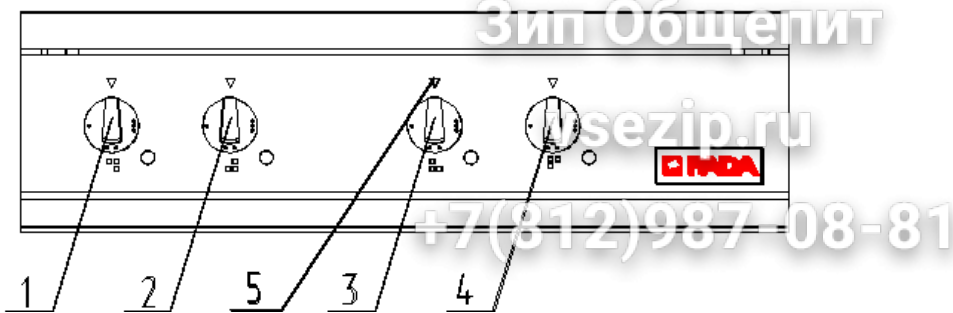

Рисунок 3 –Панель управления конфорками плит ПЭ-904 О
5.2.2 Каждая конфорка снабжена отдельным переключателем, которые расположены на панели управления конфорками (рисунок 3; 4).
Ступенчатое регулирование мощности нагревателей каждой конфорки осуществляется установкой ручки переключателя в положение «1», «2» или «3», что соответственно определяет степень нагрева: слабый, средний или сильный. Отключение конфорки производится установкой ручки переключателя в положение «0». Мнемосхемы на панели управления указывают, к какой конфорке относится ручка переключателя мощности (рисунок 3; 4).